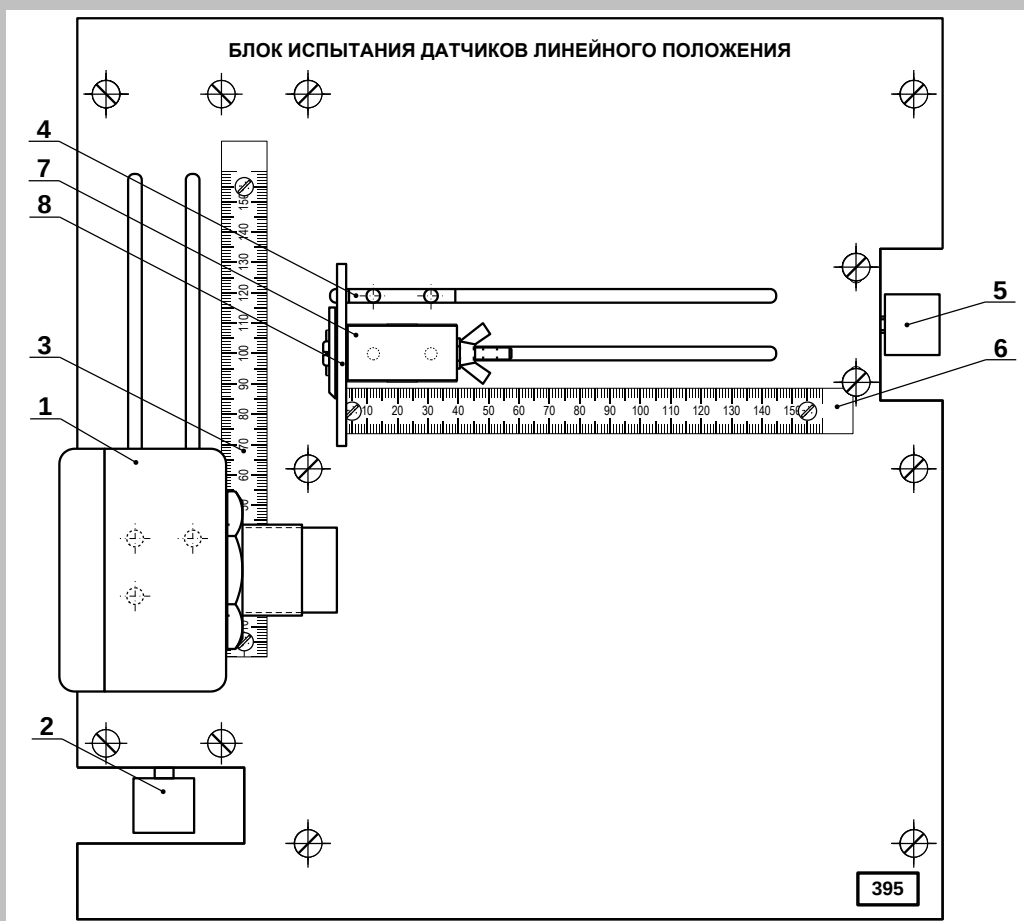

Рис. 2.1.1. Блок испытания датчиков линейного положения.
При испытаниях датчиков линейного положения используется блок 395, позволяющий изменить и измерить положение воздействующего объекта относительно датчика (рис. 2.1.1).
При испытании бесконтактный датчик устанавливают в каретку вертикального перемещения (1, рис.2.1.1), а зажим с объектом воздействия в каретку горизонтального перемещения (7,8,4, рис.2.1.1). Вращая рукоятку вертикального перемещения (2, рис.2.1.1) устанавливают риску на корпусе датчика с лицевой стороны на отметку 100 мм вертикальной линейки (3, рис.2.1.1). Закрепленный в зажиме объект воздействия
(7 и 8, рис. 2.1.1) устанавливают в отверстия нижнего ряда каретки горизонтального перемещения (4, рис.2.1.1). Вращением ручки горизонтального перемещения (5, рис.2.1.1) добиваются, чтобы лицевая поверхность объекта воздействия касалась торца датчика. По горизонтальной линейке (6, рис. 2.1.1) отсчитывают смещение нуля горизонтальной шкалы. Величина смещения обычно составляет 0...3 мм. В дальнейшем, при измерении расстояния между датчиком и объектом воздействия полученное смещение вычитают из величины, измеренной по горизонтальной линейке.
Испытываемый бесконтактный выключатель и закрепленный в зажиме объект воздействия устанавливаются в каретки вертикального и горизонтального перемещения блока испытания датчиков линейного положения (395) как показано на рис. 2.1.1.
- Установите зажим с выбранным объектом воздействия в каретку горизонтального перемещения блока испытания датчиков линейного положения (рис. 2.1.1). Ручкой горизонтального перемещения подведите объект воздействия вплотную к торцу датчика и по горизонтальной линейке измерьте величину смещения нуля (обычно 0...3 мм). В дальнейшем полученное смещение нуля необходимо вычитать из отсчета расстояния по горизонтальной линейке.
Испытываемый индуктивный датчик и закрепленный в зажиме объект воздействия устанавливаются в каретки вертикального и горизонтального перемещения блока испытания датчиков линейного положения (395) как показано на рис. 2.1.1.
- Установите индуктивный аналоговый датчик в каретку вертикального перемещения блока испытания датчиков линейного положения (рис. 2.1.1). Ручкой вертикального перемещения установите риску на корпусе выключателя на отметку 100 мм вертикальной линейки.
- Установите зажим с выбранным объектом воздействия в каретку горизонтального перемещения блока испытания датчиков линейного положения (рис. 2.1.1). Ручкой горизонтального перемещения подведите объект воздействия к торцу датчика и по горизонтальной линейке определите смещение нуля (обычно 0...3 мм). Для определения точного расстояния между объектом воздействия и датчиком, полученную величину смещения нуля необходимо вычитать из отсчета расстояния по горизонтальной линейке.